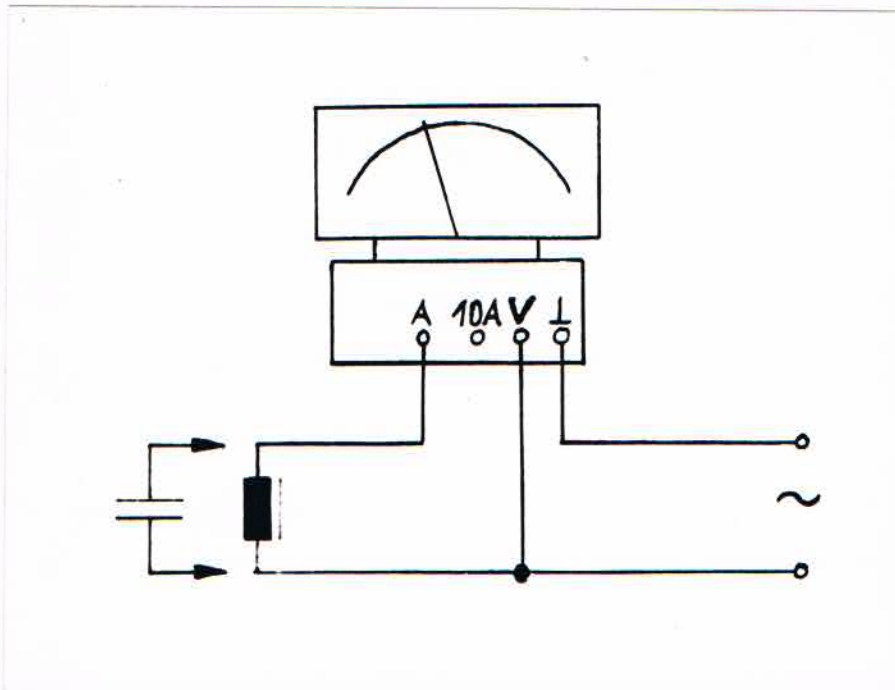

Bild 6. Wirkstromstärkemessung (Anschluß bis maximal 3 A)
- Meßartenschalter (11) auf Stellung "I"
- Polaritätsschalter (9) auf Stellung "+" ("−") bei Gleichstrom oder auf Stellung "∞" bei Wechselstrom
- Meßbereichsschalter (10) auf entsprechenden Stromstärkemessbereich (bis maximal 3 A) einstellen; bei Stromstärkemessungen im 10 A - Meßbereich (steckbar) Meßbereichsschalter (10) auf einen beliebigen Stromstärkemessbereich einstellen
- Meßgröße mittels 2 Leitungen den Meßbuchsen (⊥) und (A) bei Stromstärkemessungen bis maximal 3 A bzw. den Meßbuchsen (⊥) und (10 A) bei Stromstärkemessungen im 10 A - Meßbereich zuführen (Reihenschaltung)
- Meßartenschalter (11) auf Stellung "I · cos x"
- Polaritätsschalter (9) auf Stellung " "
- Meßbereichsschalter (10) auf entsprechenden Stromstärkemessbereich (bis maximal 3 A) einstellen; bei Wirkstromstärkemessungen im 10 A - Meßbereich (steckbar) Meßbereichsschalter (10) auf einen beliebigen Stromstärkemessbereich einstellen
- kapazitiven oder induktiven Widerstand gemäß Bild 6. an die Meßbuchsen (⊥), (V), (A) oder (10 A) sowie an die Spannungsquelle $U = 12...220 V \sim$ anschließen; Meßbuchse (A) bei Wirkstromstärkemessungen bis maximal 3 A und Meßbuchse (10 A) (10 A - Meßbereich) bei Wirkstromstärkemessungen bis maximal 10 A verwenden